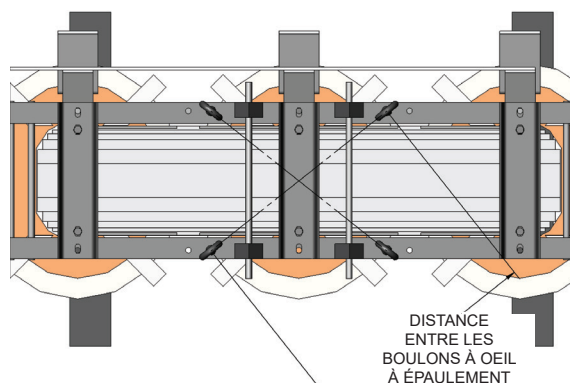

FIGURE 4
- 4) Mesurez la distance entre les boulons à oeil à épaulement et les cornières élévatrices (voir figures 4 et 5).